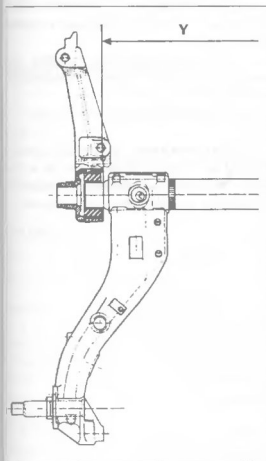

Рис. 6.44
3. В этом положении запрессуйте сайлентблок на цапфу ступицы настолько, чтобы расстояние между центрами крепежных отверстий кронштейнов составило  $Y = 1164 \pm 1$  мм (рис. 6.44).